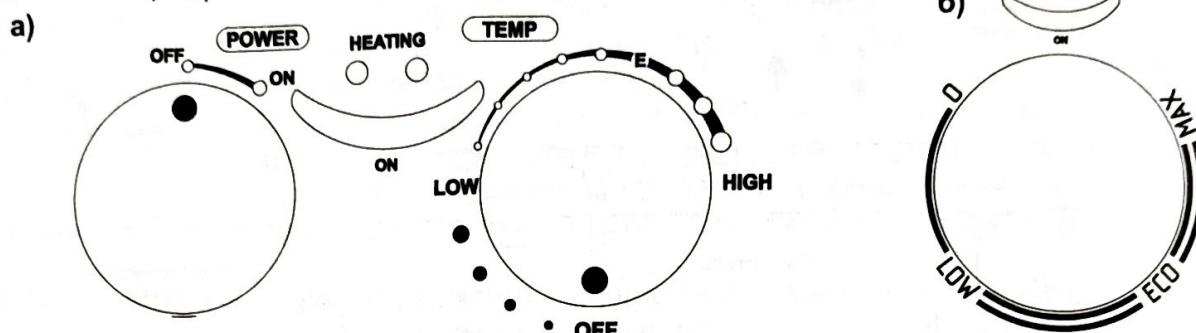

Рис. 3 Ручки управления водонагревателя: а) «WH» модели, б) «TT WH» модели
5.4. Панель управления (Рис. 3) состоит из:
7.1.5. Для включения водонагревателя в моделях, оснащенных выключателем (Рис. 3, а) необходимо повернуть ручку «POWER» в положение «ON». В моделях, оснащенных только ручкой регулировки (Рис. 3, б) при подключении вилки к розетке загорится индикаторная лампа «ON» в центральной части панели управления.
7.2.1. В моделях, оснащенных регулятором температуры (Рис. 3), температура нагрева воды может регулироваться ручкой, соединенной с термостатом в соответствии с обозначениями.
7.2.2. Температура устанавливается вращением ручки регулировки (Рис. 3, а, «TEMP») по часовой стрелке для увеличения температуры нагрева и против часовой стрелки для ее уменьшения.
7.2.3. Индикаторная лампа (Рис. 3, «HEATING») будет постоянно гореть во время фазы нагрева и погаснет после достижения заданной температуры.
7.2.4. Рекомендуется установить регулировочный винт термостата в положение (Рис. 3, а. «E» и б. «ECO», соответствующее примерно 75% от максимального. В этом случае водонагреватель работает в экономичном режиме, значительно снижая скорость образования накипи.